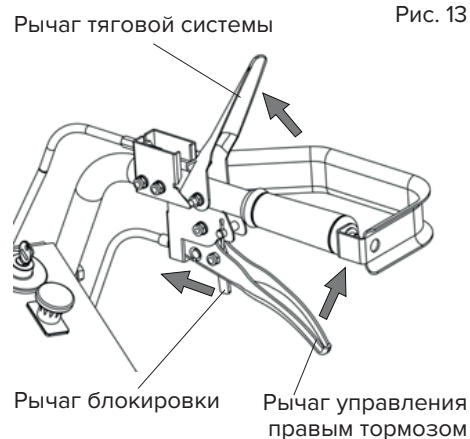

Рис. 13
- Отпустите рычаг тяговой системы, а затем прижмите оба рычага тормозов, чтобы затормозить косилку (рис. 13)